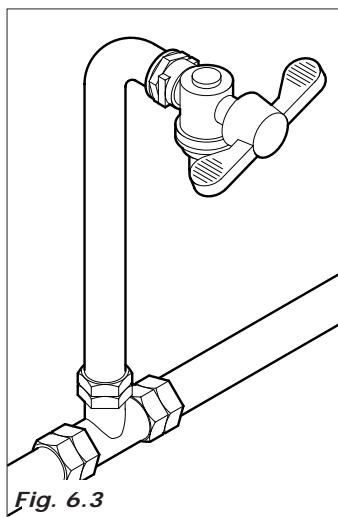

Fig. 6.3
- instalar, se não for presente, uma torneira em posição acessível para isolar o aparelho da rede hídrica se for necessário (Fig. 6.3).